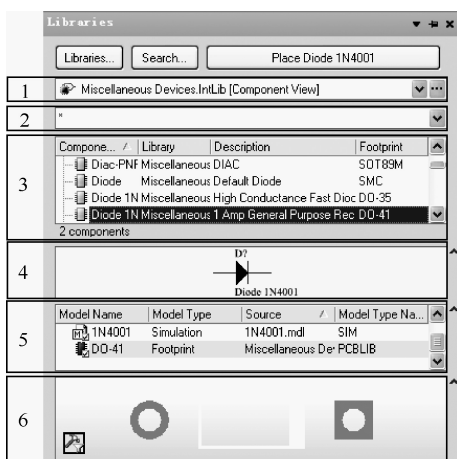
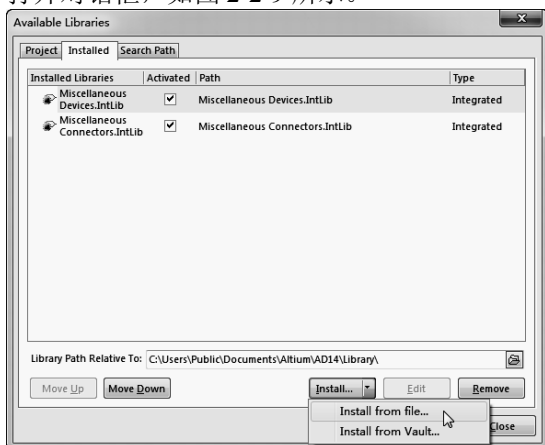

图 2-2-5 Miscellaneous Devices.IntLib 集成库
图 2-2-8 Available Libraries 对话框
(2) 集成库概念。在 Altium Designer 中，这两种符号放在一个元器件库中，在调出一个元器件电气符号的同时，可以看到系统推荐的参考元器件封装，这种元器件库被称为集成库。图 2-2-5 所示就是元器件库 Miscellaneous Devices.IntLib 中二极管的电气符号和参考封装。
(1) 打开 Libraries 面板。在打开的原理图文件中，单击屏幕右下角的 System 标签，然后选择 Libraries，如图 2-2-6 所示，即可打开 Libraries 面板，打开的 Libraries 面板如图 2-2-5 所示。
(2) Libraries 面板。在图 2-2-5 中可以分为六个区域。
区域 1：显示当前元器件库名称，单击库名称右侧的下拉菜单按钮，显示当前原理图中已加载的所有元器件库列表，在列表中选择任一库文件名，可将该元器件库的内容显示在 Libraries 面板的区域 3 中，如图 2-2-5 中目前显示的是 Miscellaneous Devices.IntLib 中的内容。
区域 2：元器件符号过滤选项区。可以设置元器件列表的显示条件，该条件支持通配符“*”，“*”表示任意字符，因此图 2-2-5 区域 3 中显示的是 Miscellaneous Devices.IntLib 中的所有内容。如在条件中输入 R*，则在区域 3 的元器件符号列表中显示所有元器件名为 R 开头的符号。
① 单击图 2-2-5 中 Libraries 面板上部的【Libraries】按钮, 系统弹出 Available Libraries 对话框, 选择 Installed 标签, 此时在 Installed Libraries 列表中显示系统默认加载的元器件库名称, 列表下部“Library Path Relative To:”右侧的文本框中显示的是系统默认的元器件库安装路径, 如图 2-2-8 所示。
(2) 第二种方法。下面以放置电容 C1 为例介绍另一种方法。
① 打开 Libraries 面板, 在图 2-2-5 的区域 1 中选择 Miscellaneous Devices. IntLib (C1 所在元器件符号库)。
② 在区域 2 中输入 C* (Cap Pol2 的开头字母), 则在元器件符号浏览区中显示所有 C 开头的元器件符号。